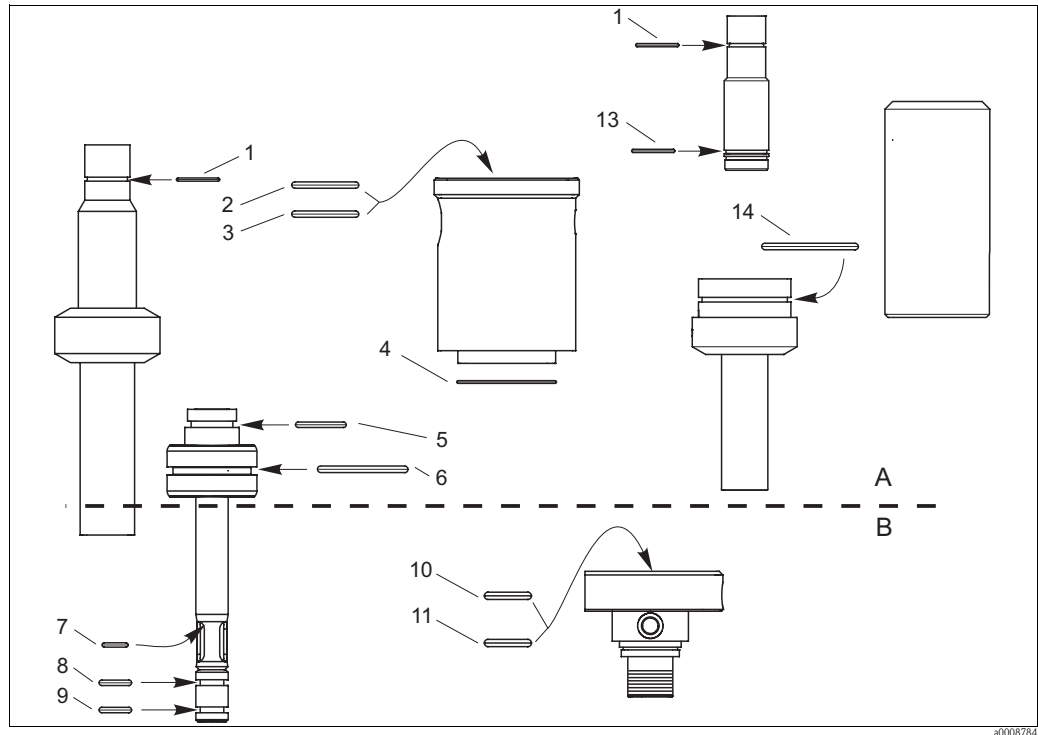

Fig. 21: Posizione delle guarnizioni
2. Sostituire le guarnizioni indicate in fig. 21.